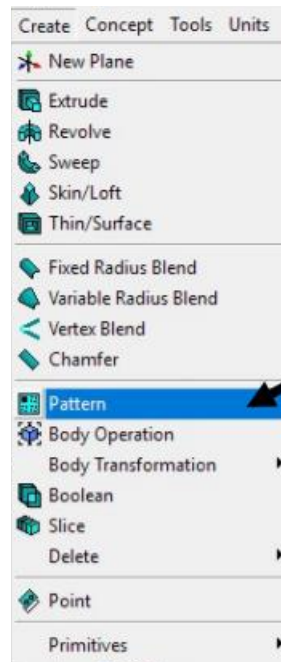

Рис. 7. Вибір команди ***Pattern***
3.3.6. Розглянемо особливості використання команди ***Pattern*** (рис. 7) для того, щоб забезпечити симетрію моделі в окружному напрямку.